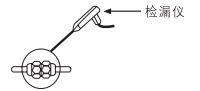

图 32
- 3 在接口处用检漏仪或者肥皂水来检查是否有泄漏。(如图32)
- 4 用①塑料绝缘带把铜管和连接电缆包起来。